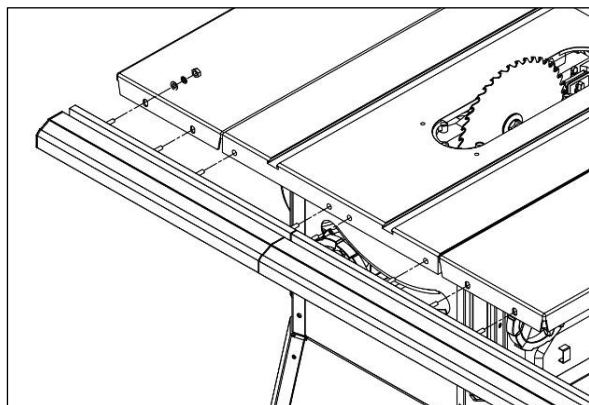

Рисунок 17.
- Вставьте четыре болта М8×30 в Т-образный паз в правую переднюю направляющую (рис. 17).